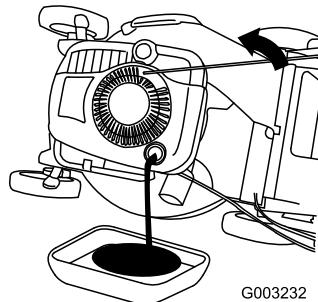

Figura 36
3. Incline il tosaerba sul fianco, con il filtro dell'aria in alto, per scaricare l'olio usato attraverso il tubo di riempimento (Figura 36).